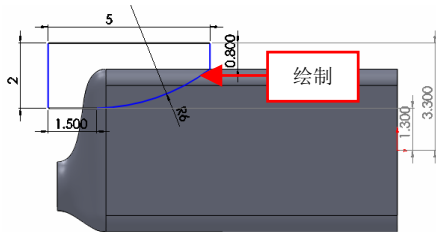

图 16-25 绘制草图对象
(1) 单击【草图绘制】按钮，选取右视基准面，进入草图绘制环境，绘制草图对象，如图 16-25 所示。